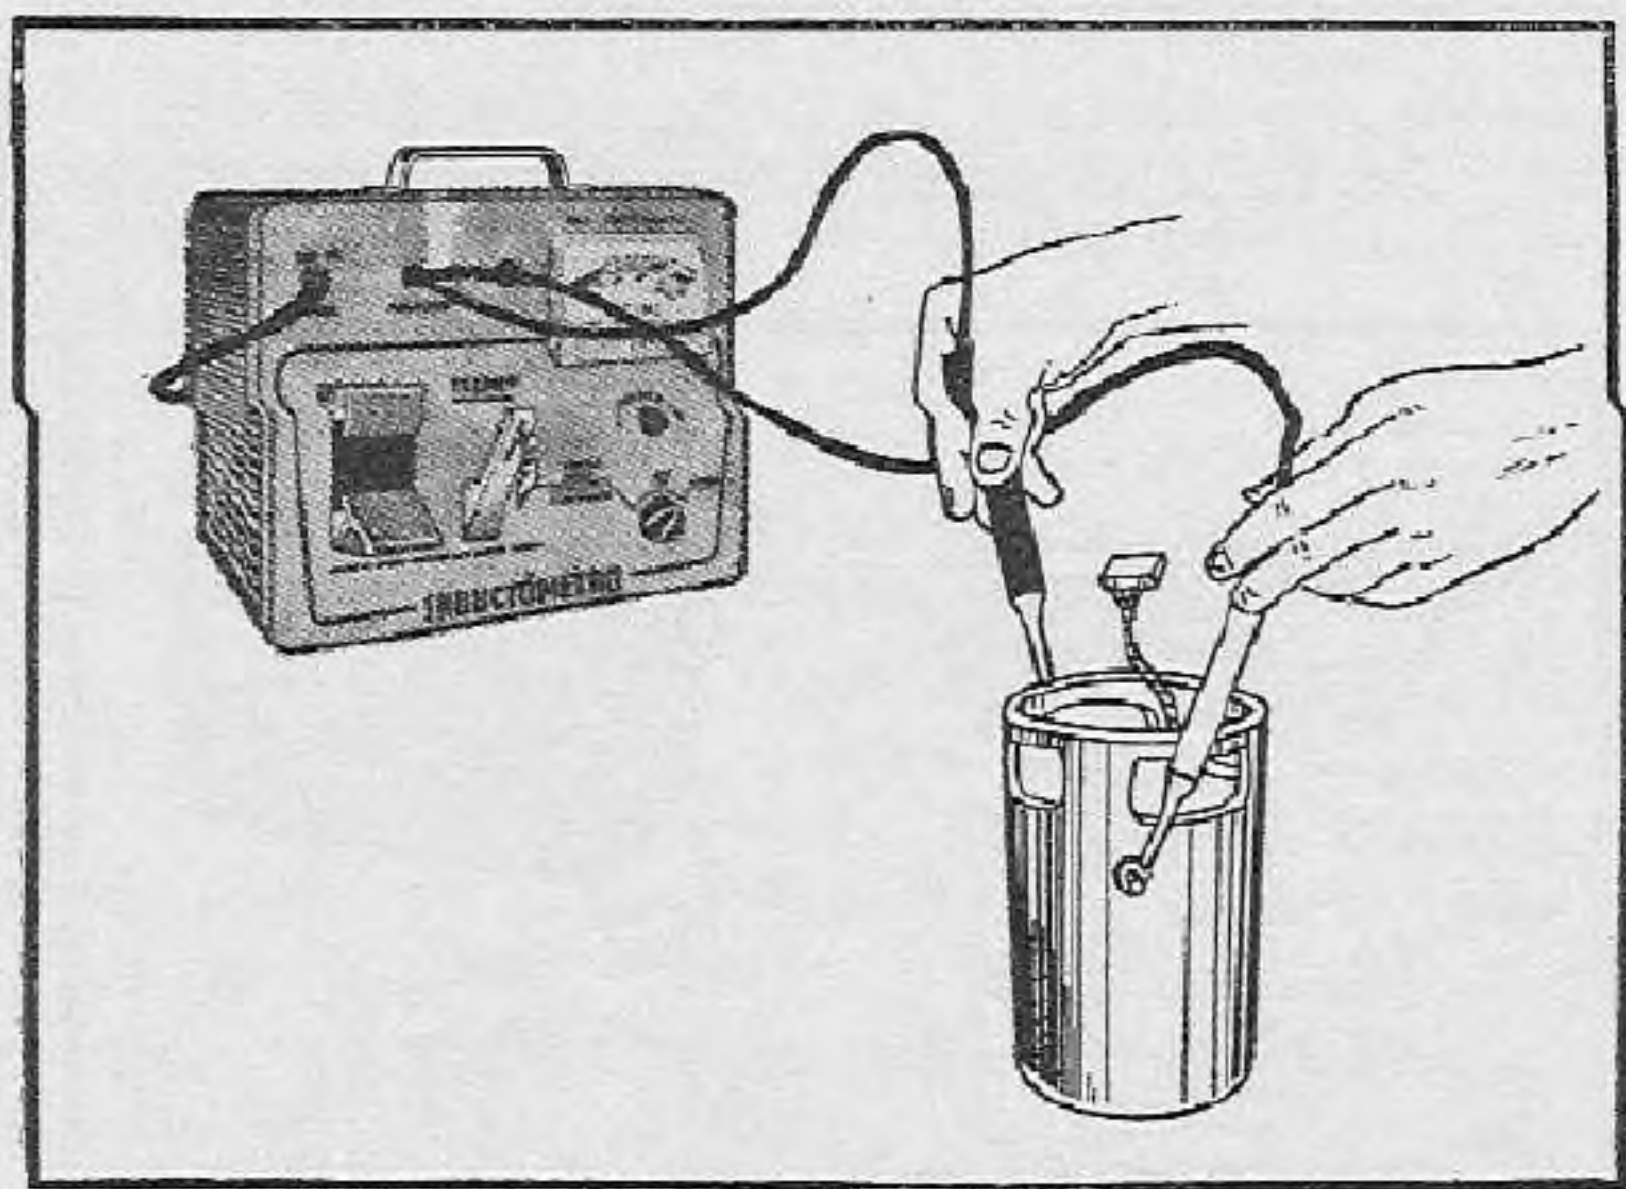

Fig. 154. — Prueba de la aislación del borne con respecto a masa.
2. Tocar el borne con una de las puntas de prueba mientras la otra se apoya en la carcasa (fig. 154).